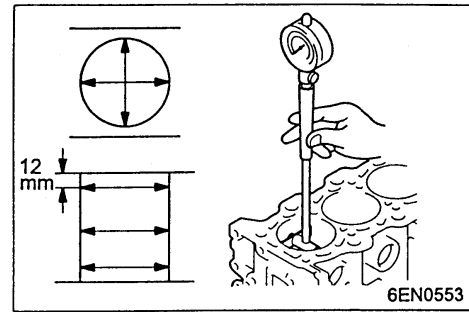

图 5-11
(3) 检查气缸壁上是否有裂纹和拉缸痕迹。如果缺陷明显，则应将所有气缸镗大到加大尺寸或更换气缸体。
(4) 用量缸表测量每个气缸孔及其圆柱度。如果任何一个气缸严重磨损，应将所有气缸镗大到加大尺寸，并相应地更换活塞和活塞环。测量点见图 5-11 所示。